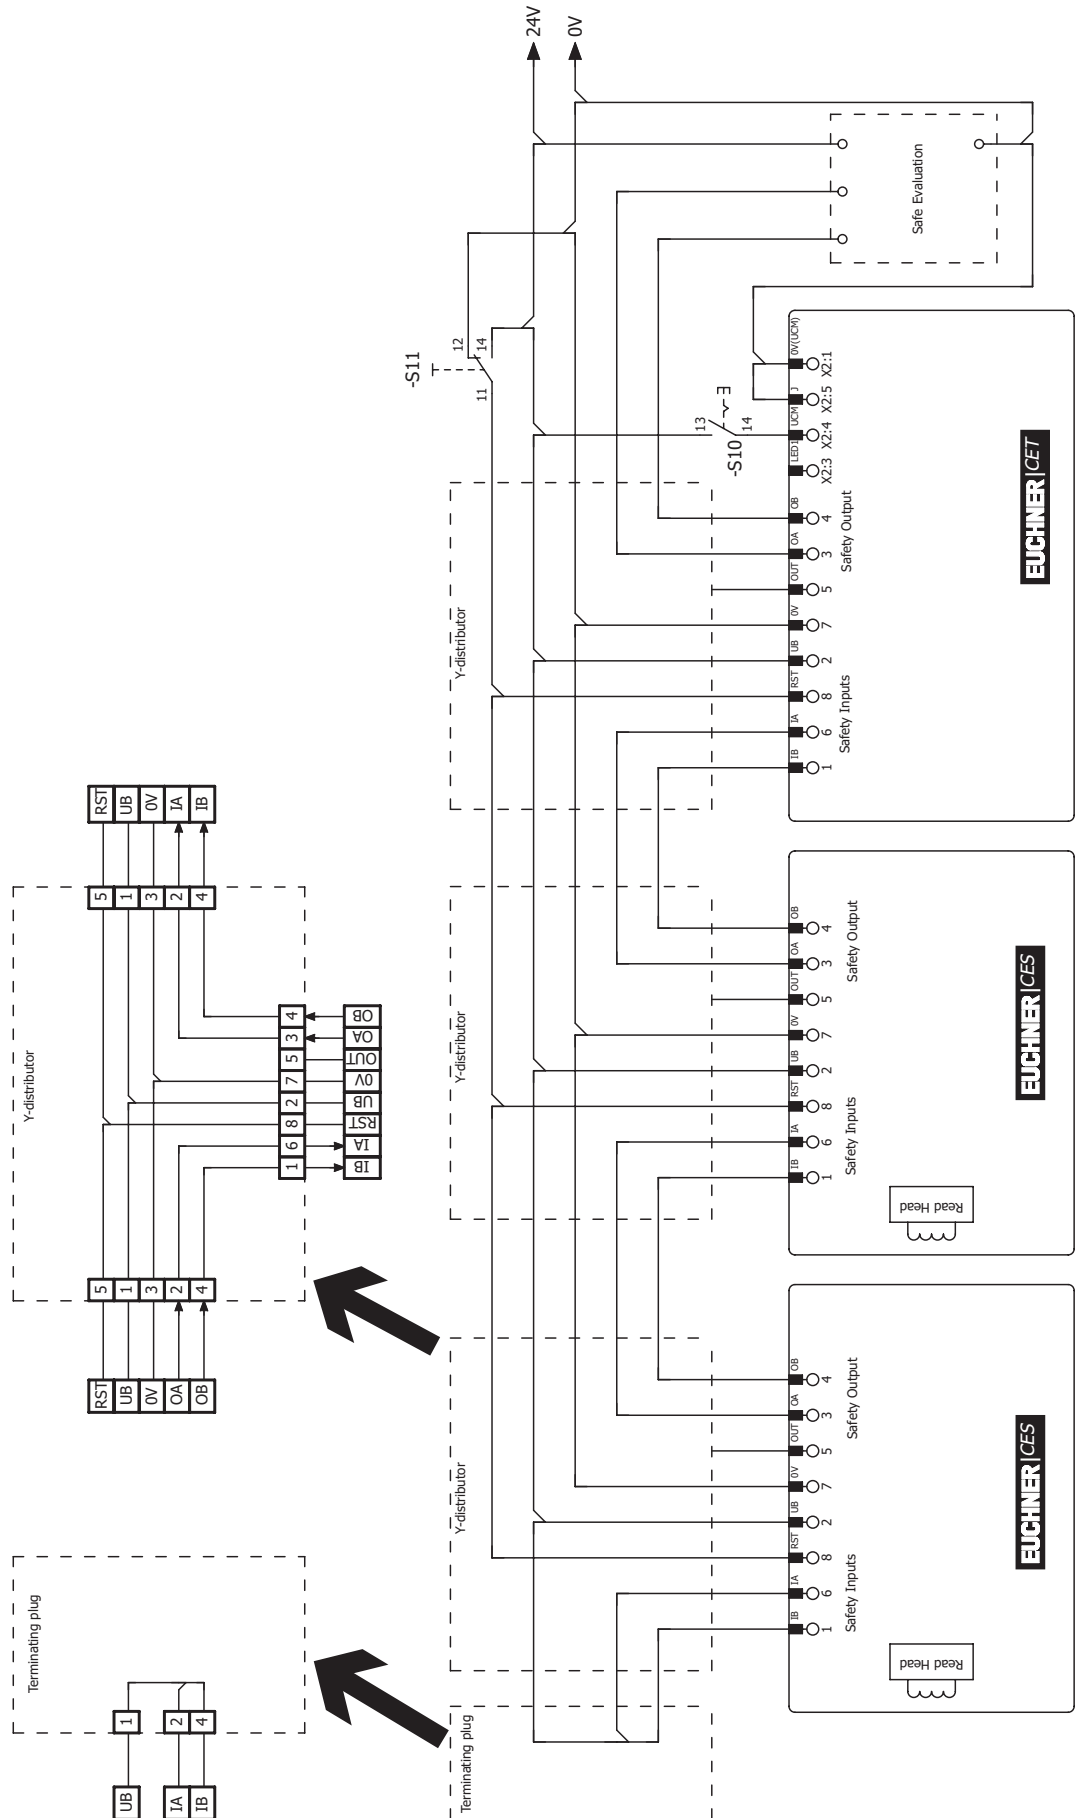

Bild 12: Anschlussbeispiel für Reihenschaltung mit Reset und Wechselschalter
Das Subsystem CET-AR entspricht PL e nach EN 13849-1. Um das Subsystem in eine Struktur der Kategorie 3 bzw. 4 einzubinden, ist eine Überwachung der nachgeschalteten Last erforderlich (der Rückführkreis muss überwacht werden). Bei Verwendung des CET-AR mit Rückführkreis, muss dieser an der letzten Position in der Schalterkette stehen (siehe Bild 12).
- Es muss ein gemeinsames Signal für alle Schalter in der Kette verwendet werden. Dies kann ein Wechselschalter sein, es kann aber auch der Ausgang einer Steuerung verwendet werden. Ein Taster ist nicht geeignet, da der Reset im Betrieb immer auf GND liegen muss (siehe Schalter S11 in Bild 12).
Damit dies möglich ist, muss der Eingang RST wie in Bild 12 beschaltet sein.